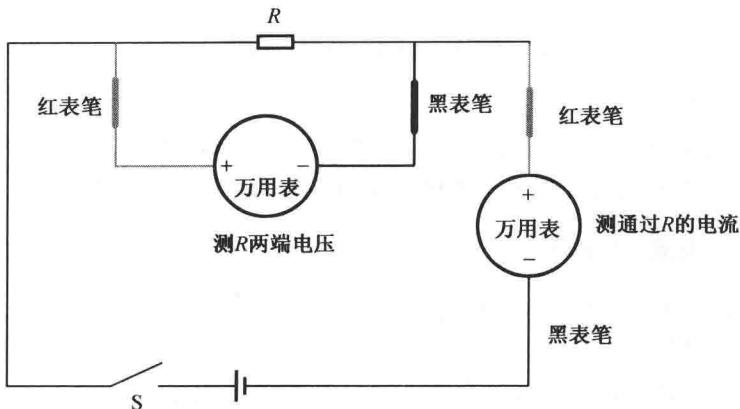

图 1-1 万用表测量电压电流示意图
- ①把万用表串接在被测电路中时,应注意电流方向。正确的接法如图1-1所示,即把
①把万用表并接在被测电路上,在测量直流电压时,应注意被测电压的极性。正确接法如图 1-1 所示,即把红表笔接电压高的一端,黑表笔接电压低的一端,如果不知被测电压的极性,可按前述测量电流时的试探方法试一试:如指针向右偏转,则可以进行测量;如指针向左偏转,则把红、黑表笔对换位置,方可测量。
②与电流表一样,为了减小电压表内阻引入的误差,在指针角度大于或等于最大刻度的 30% 时,测量尽量选择大量程挡,因为量程愈大,分压电阻愈大,电压表的等效内阻愈大,这时被测电路引入的误差愈小。如果被测电路的内阻很大,就要求电压表的内阻更大,才会使测量精度高。此时需换用电压灵敏度更高(内阻更大)的万用表来进行测量。
③在测量交流电压时,不必考虑极性问题,只要将万用表并接在被测电路两端即可。此外,也不必选择大量程挡或选高电压灵敏度的万用表,因为一般情况下交流电源的内阻都比较小。